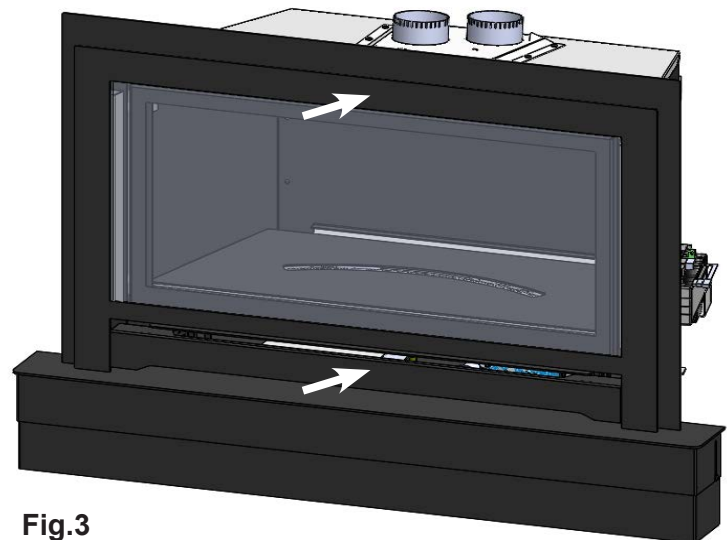

Fig.3
5. Réinstallez l'écran protecteur grillagé. **(Fig.3)**